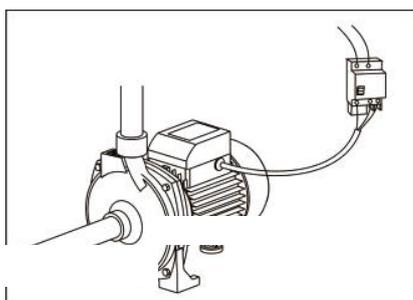

Рисунок 5
3. Насос должен быть правильно установлен, заземлен (за исключением насоса, оснащенного пробкой). Кроме того, розетка должна быть плотно соединена (см. рисунок 5).